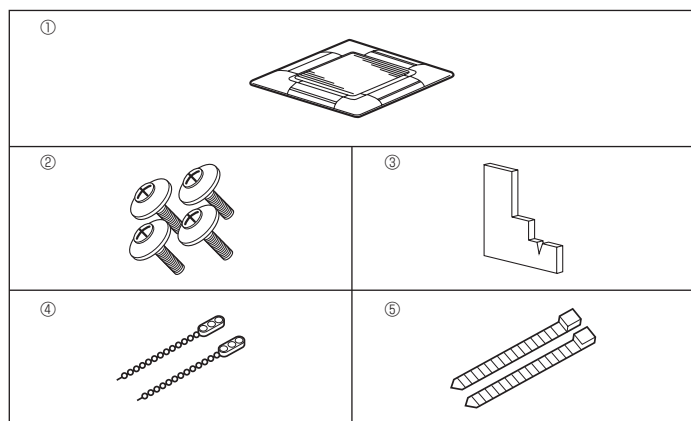

Fig. 5-1
5.1. Verificar a grelha de acessórios (Fig. 5-1)